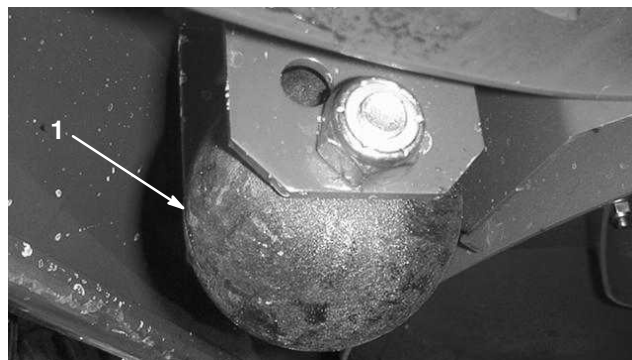

Bild 19
1. Entfernen Sie die Kopfschraube und Mutter, mit denen das Abstandsrad am Mähwerkbügel befestigt wird (Bild 19).